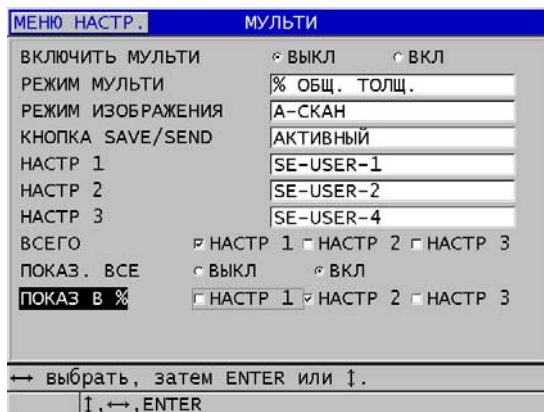

Рис. 7-10 Настройка параметров мульти-измерения в режиме % от общей толщины.
2. В окне **МУЛЬТИ** (см. Рис. 7-10 на стр. 107):